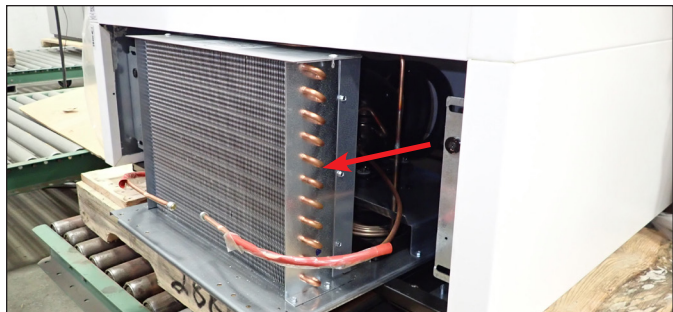

Fig. 5. Deslice con cuidado la unidad de condensación hacia afuera.
6. Deslice con cuidado la unidad de condensación hacia afuera (las conexiones de los tubos son flexibles). Sople ligeramente aire comprimido o CO₂ a través del serpentín hasta que esté limpio. Véase la fig. 5.